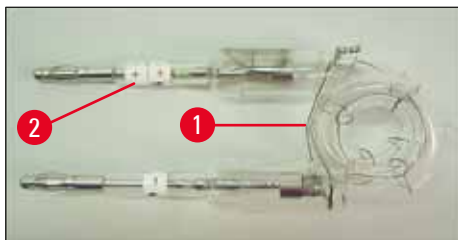
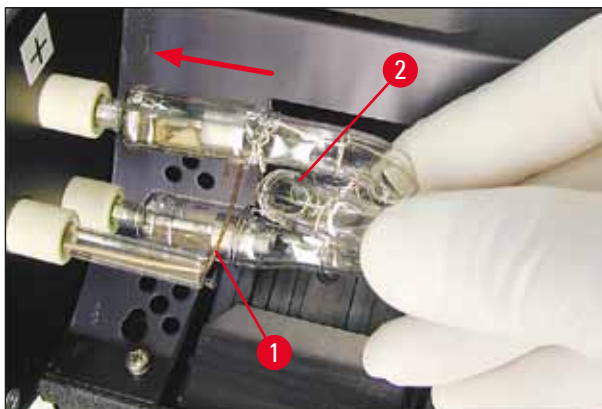

Abb. 21
Abb. 23
2. Die neue Blitzlampe (→ "Abb. 21") in die Fassung einsetzen (→ "Abb. 20-3"); dann vorsichtig bis zum Anschlag hineindrücken (→ "Abb. 23") (die Polaritätsmarkierung (+) darf nicht mehr zu sehen sein). Dabei ggf. vorsichtig kleine Auf- und Abbewegungen ausführen.